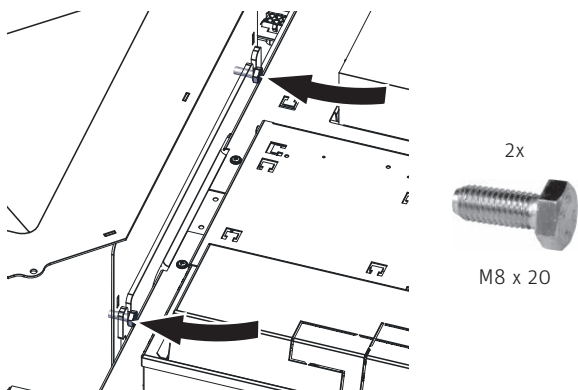

Fig. 38 Avvitare le viti in alto sul serbatoio solo a mano per il momento
- Sul serbatoio, in alto, avvitare 2 viti a testa esagonale M8x20, per il momento solo a mano – Fig. 38.